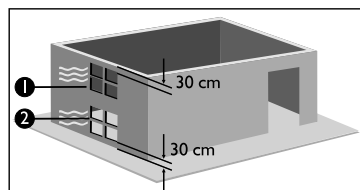

Figura 8
- Si el aire de ventilación se toma directamente del exterior, se deberán realizar dos aberturas permanentes en las paredes del cuarto, de tal forma que lo comuniquen directamente con el ambiente exterior, cada una de dichas aberturas deberá tener un área mínima de 6 cm2 por cada kilovatio (kW) de potencia nominal instalado. (Ver figura 8).
- En caso de ser necesario, la localización de las aberturas de ventilación deberá ser: Una inferior a máximo 30 cm del suelo y una superior a una distancia no menor a 180 cm. del suelo (Ver figura 8).